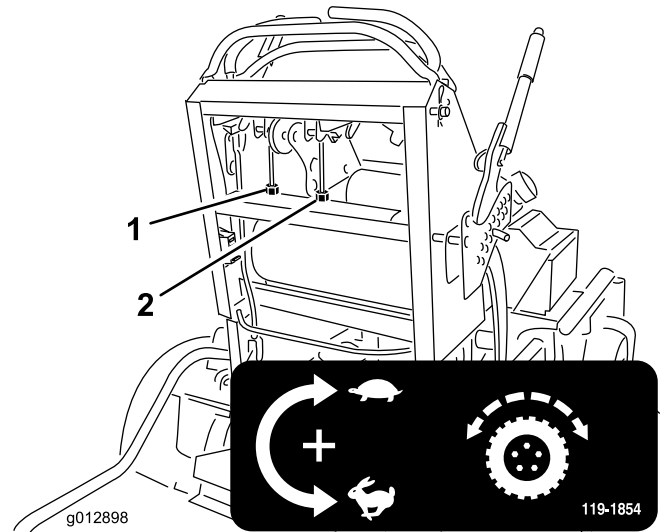

Figura 56
- Ruotate il dispositivo di regolazione del cavo destro in modo da posizionare il comando di movimento destro al centro della fessura di blocco in folle del pannello di controllo. Poi, ruotate il dispositivo di regolazione del cavo sinistro a incrementi di un quarto di giro finché la macchina non procede in linea retta (Figura 56).